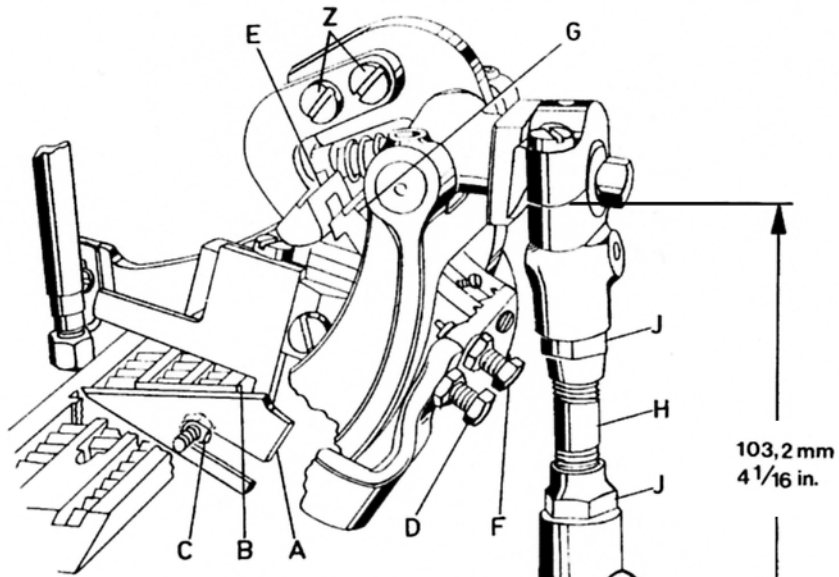
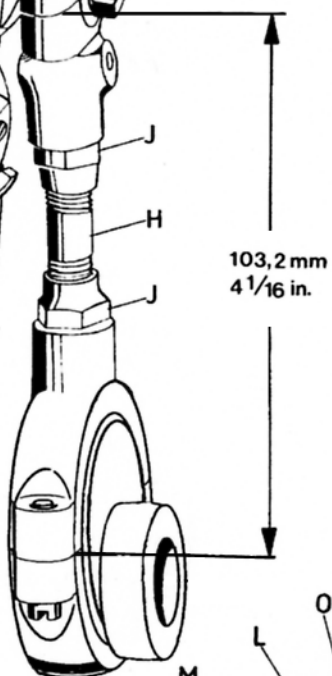
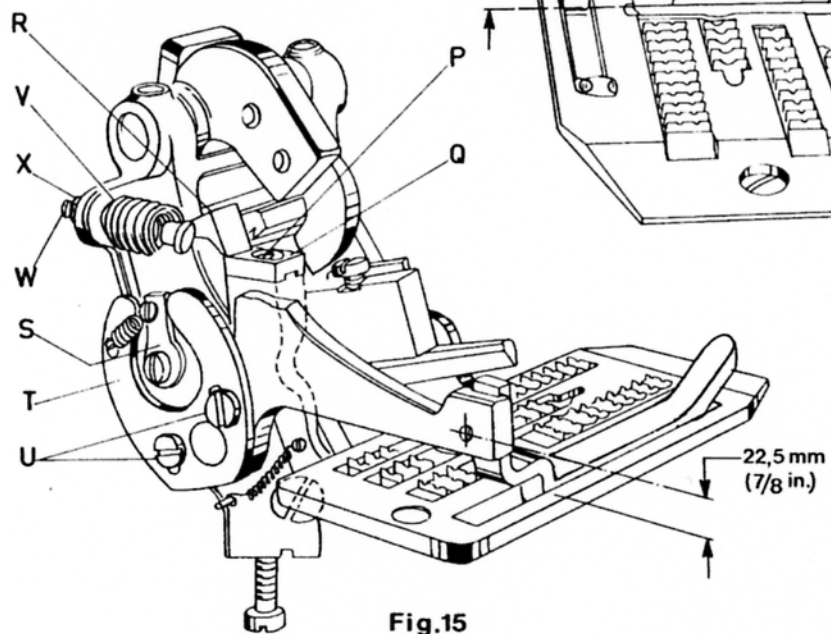

Fig. 13
Fig. 14
Fig. 15
2. Lay the throat plate temporarily on its seat. Loosen the hexagonal head adjusting screw (D, Fig. 13) and set so that the distance between top surface of throat plate and the center of thread hole for fastening the actuating shoe is 22.5 mm (7/8 in.) (see Fig. 15). Retighten screw (D, Fig. 13) with lock nut.
3. Set the lower knife (A, Fig. 13) so that the cutting edge is even with the top of throat plate (B) and tighten it in this position with the hexagonal head screw (C).
4. Assemble actuating shoe (K, Fig. 14) and set it so that the top surface of actuating shoe is even with the top surface of throat plate.
5. With a screwdriver, press the spring loaded knife lever shaft (Y, Fig. 14) to the rear and insert upper knife (L) in upper knife lever (M). Raise the upper knife as high as it will go, until the back of the knife cutting edge stops on the knife lever. Tighten the clamp screw (N) slightly.
6. Loosen screw (P, Fig. 15) and move shoe (Q) to extreme left. Turn handwheel until pawl (E, Fig. 13) is at its lowest position. Turn screw (F) until the edge of ratchet block (G) snaps over the edge of pawl (E), then add 1/4 to 1/2 turn more to ensure adequate clearance under operating conditions. Retighten the lock nut of the screw (F). If screw (F) is turned too far the mechanism will not work. Small differences can be equalized when loosening screws (Z) and adjusting the pawl (E) accordingly. Retighten screws (Z) firmly.
7. Move shoe (Q, Fig. 15) to the right so that pawls (R) will rest on the extreme right end of shoe. Shoe should have polished end to the right and point of pawls may overlap slightly over outside to insure trigger action during operation of machine.
2. Legen Sie die Stichplatte vorübergehend auf ihre Auflage. Lösen Sie die Sechskant-Einstellschraube (D, Fig. 13) und stellen Sie sie so, daß der Abstand zwischen Stichplattenoberfläche und Mitte Gewindebohrung zur Tasterbefestigung 22,5 mm beträgt (Siehe Fig. 15). Ziehen Sie die Schraube (D, Fig. 13) mit der Gegenmutter fest.
3. Stellen Sie das Untermesser (A, Fig. 13) so ein, daß seine Schneide mit der Oberfläche der Stichplatte (B) bündig ist und ziehen Sie es in dieser Stellung mit der Sechskantschraube (C) fest.
4. Montieren Sie den Taster (K, Fig. 14) und stellen Sie ihn so ein, daß die obere Fläche des Tasters mit der Oberseite der Stichplatte bündig ist.
5. Drücken Sie mit einem Schraubendreher die gefederte Messerhebelwelle (Y, Fig. 14) nach hinten und setzen Sie das Obermesser (L) im Messerhebel (M) ein. Schieben Sie das Messer im Hebel so weit wie möglich nach oben bis der Rücken der Messerschneide am Messerhebel anschlägt. Ziehen Sie die Klemmschraube (N) leicht an.
6. Lösen Sie die Schraube (P, Fig. 15) und schieben Sie den Schaltschuh (Q) ganz nach links. Drehen Sie das Handrad bis der Mitnehmer (E, Fig. 13) seine tiefste Stellung erreicht hat. Drehen Sie die Schraube (F) bis die Kante der Klinke (G) über die Kante des Mitnehmers (E) schnappt. Drehen Sie die Schraube (F) um 1/4 bis 1/2 Umdrehung weiter, damit beim Betrieb ausreichend Spielraum vorhanden ist. Ziehen Sie die Gegenmutter der Schraube (F) wieder an. Wenn die Schraube (F) zu weit gedreht wird, arbeitet der Mechanismus nicht. Kleine Unterschiede können nach Lösen der Schrauben (Z) und durch entsprechendes Verstellen des Mitnehmers (E) ausgeglichen werden. Ziehen Sie die Schrauben (Z) wieder gut an.
7. Schieben Sie den Schaltschuh (Q, Fig. 15) nach rechts, so daß die Spitze der Schalt Nase (R) am äußersten rechten Ende des Schaltschuhes aufliegt. Das polierte Ende des Schaltschuhes muß rechts sein und die Spitze der Schalt Nase soll die Schaltschuhaußenkante leicht überlappen, damit beim Betrieb der Maschine eine Schnepferwirkung gewährleistet ist.
8. When actuating shoe (K, Fig. 1e) is raised slightly, trip dog (S, Fig. 15) should allow pawl (R) to slide off shoe (Q) and the cutting action is released within 1 1/2 turn or less of the handwheel.
Raise actuating shoe (K, Fig. 14) slightly and turn handwheel in operating direction until upper knife (L) is in its lowest position. Left at the tip of the knives, the cutting edge of the upper knife should overlap the cutting edge of the lower knife by 1 mm (.040 in.)
When open there should be about 4.8 mm (3/16 in.) opening, right at the pilot of the upper knife (see Fig. 14).
NOTE: When the knives (A, Fig. 13) and L, Fig. 14) are resharpened, their adjustment is maintained by only raising and lowering them in their holders, according to the stock removed while grinding.
9. The position of the tape cutter actuating shoe (K, Fig. 14) determines the length of tape extending beyond the bag at the start of closure. The extending length of tape at the finish of closure is not adjustable. Raising the actuating shoe in its slot shortens the extending length of tape on start of closure, lowering the shoe lengthens it.
Also the trip dog operating cam (T, Fig. 15) can be retarded or advanced to vary the length of the tape at the start of closure. Loosen screws (U) and turn the operating cam (T) toward the handwheel end of machine to shorten the extending length of tape and in the opposite direction to lengthen it. Retighten screws (U).
The actuating shoe tension spring (V, Fig. 15) is adjustable for various weights of material. Use screw (W) and lock nut (X) to make this adjustment. The tension should be just strong enough to press the actuating shoe down, back to its home position.
8. Wird der Taster (K, Fig. 14) leicht angehoben, bewirkt der Schaltnocken (S, Fig. 15), daß die Schaltnase (R) vom Schaltshuh (Q) heruntergleitet, innerhalb von 1 1/2 Handradumdrehungen oder weniger, wird der Schneidvorgang ausgelöst.
Heben Sie den Taster (K, Fig. 14) leicht an und drehen Sie am Handrad in Nährichtung bis das Obermesser (L) in seiner untersten Stellung ist. Links an er Spitze der Messer soll die Schneide des Obermessers die Schneide des Untermessers um 1 mm überlappen.
In geöffnetem Zustand soll rechts am Führungszapfen des Obermessers ein Durchgang von etwa 4,8 mm sein (siehe Fig. 14).
BEACHTEN SIE: Wenn die Messer (A, Fig. 13) und (L, Fig. 14) nachgeschliffen werden, bleibt ihre Einstellung erhalten. Sie müssen nur in ihren Haltern höher und tiefer gestellt werden, entsprechend dem beim Schärfen abgeschliffenen Werkstoff.
9. Die Lage des Tasters (K, Fig. 14) bestimmt die überstehende Bandlänge am Anfang des Sackes. Die überstehende Bandlänge am Sackende ist nicht einstellbar.
Auch die Schaltnockenkurve (T, Fig. 15) kann etwas vor- oder zurückgestellt werden, um die Länge des überstehenden Bandes am Anfang des Sackes zu verändern. Lösen Sie dazu die Schrauben (U) und drehen Sie die Kurve (T) auf die Handradseite der Maschine zu; dies verkürzt die überstehende Bandlänge. Drehen in entgegengesetzter Richtung verlängert sie. Ziehen Sie die Schrauben (U) wieder an.
Die Druckfeder (V, Fig. 15) für den Taster kann auf die verschiedenen Materialstärken eingestellt werden. Die Einstellung wird mit Schraube (W) und Gegenmutter (X) gemacht. Der Druck soll gerade stark genug sein, um den Taster wieder nach unten, zurück in seine Ausgangsstellung zu bringen.